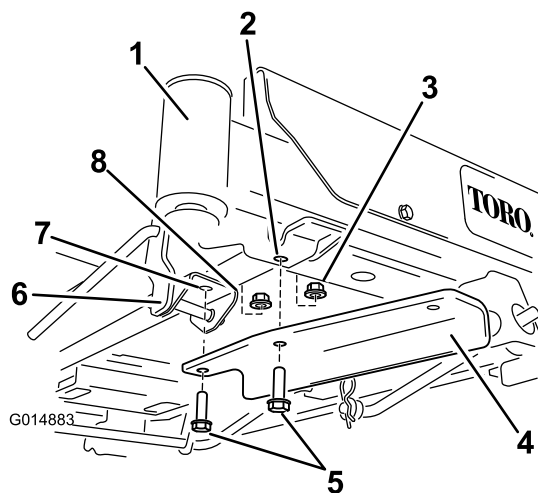

Figura 7
- Per macchine dotate di pedale di sollevamento assistito, rimuovete i dispositivi di fissaggio anteriori sulla staffa del pedale di sollevamento assistito e fissate la staffa mediante 2 bulloni e 2 dadi di bloccaggio (Figura 7).